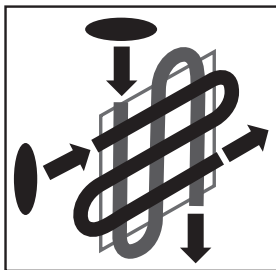

Рис. 6
2. Ведение изделия вдоль окрашиваемой поверхности осуществляйте непрерывной зигзагообразной линией в направлении, соответствующем установленному факелу: горизонтально - при вертикальном факеле; вертикально - при горизонтальном (Рис. 6);